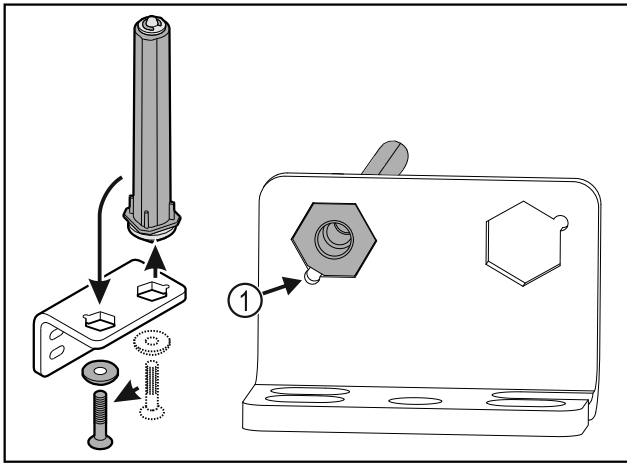

Fig. 22
- Observar que, al colocar, el bisel del perno Fig. 22 (1) apunte hacia el agujero redondo.